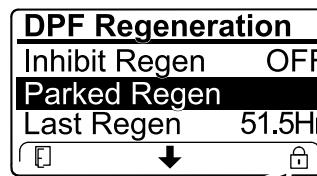

Figura 60
- Si el ordenador del motor solicita una regeneración de recuperación o si está procesando una regeneración de recuperación y se desplaza hasta la opción PARKED REGEN (Regeneración con la máquina aparcada), la regeneración con la máquina aparcada se bloquea y aparece el ícono del candado (Figura 60) en la esquina inferior derecha del InfoCenter.